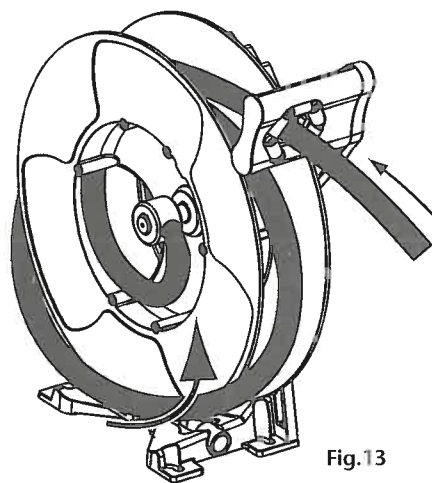

Fig.13
2. Wind the hanging hose into the reel (fig.13).
2. Introducir una vuelta de la manguera, en el disco del enrollador (fig. 13).